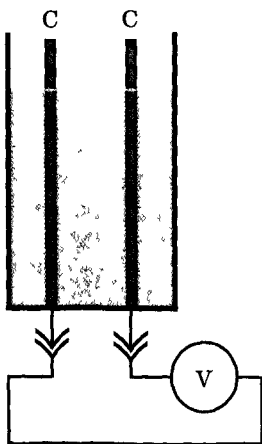

Рис. 41
1. Закрепите в кювете два угольных электрода и налейте в нее электролит до уровня, позволяющего не смачивать руки при смене электродов (рис. 41). Измерьте напряжение на зажимах электродов.